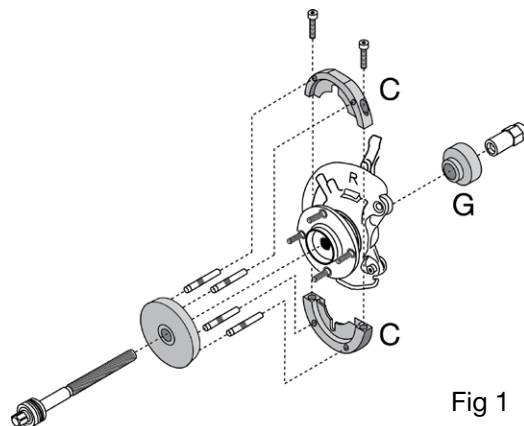
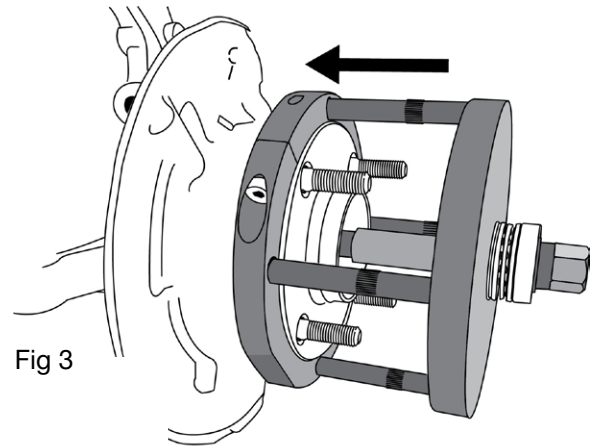

Fig 1
Fig 3
- Monte o anel de remoção (C) no rolamento/ flange; conforme a imagem (Fig.1), prenda com os parafusos de fixação fornecidos no kit (D).
- Monte os 4 pinos de força (E) na placa de força (B). O O-ring de borracha do pino de força irá prende-lo à placa de força.
- Encaixe, por trás, o adaptador de extração (G) sobre a extremidade do parafuso de força. A extremidade do colar deve ficar no sentido do parafuso de força - consulte a Fig.1
- Prenda a ferramenta montada com a porca do parafuso de força (F). A rosca da porca do parafuso de força no sentido do parafuso de força - consulte a Fig. 1
- Para retirar o rolamento/flange, segure a porca de força (F) com uma chave de bocas de 30mm enquanto roda o parafuso de força com uma chave de caixa de 22mm com um rabo de força ou roquete longo. (Não pistola pneumática)
- Consulte a Fig. 3: Encoste o conjunto da placa de força/pino ao anel de remoção e encaixe o parafuso de força no conjunto da placa de força/pino.
- Por trás, encaixe o adaptador de inserção (I) sobre a extremidade do parafuso de força de modo a que este fique na extremidade da traseira do suporte do cubo.
- Para encaixar o rolamento/flange, segure a porca de força (F) com uma chave de bocas de 30mm enquanto roda o parafuso de força com uma chave de caixa de 22mm com um rabo de força ou roquete longo. (Não pistola pneumática)